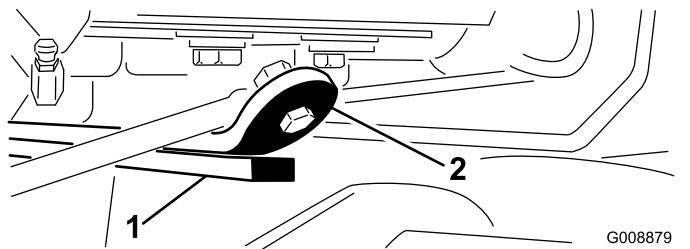

図 14
3. エンジンを始動し、昇降アームを上昇させて、後カッティングユニット上部にあるウェアバーとバンバーストラップとの間のすき間が、0.51-2.54 mm になっていることを確認する図 14。